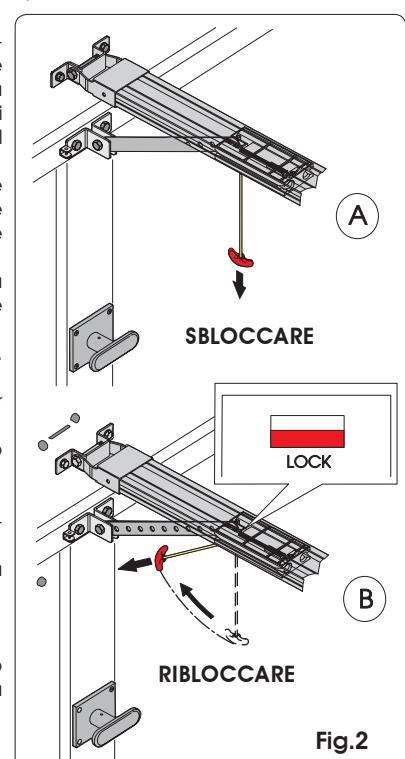

Fig.2
- Sbloccare l'operatore tirando verso il basso la maniglia di sblocco (Fig. 2 rif. A).
- Riblocchiar l'automazione tirando orizzontalmente la maniglia (Fig. 2 rif. B) ed accertarsi che, al rilascio, la finestrella "LOCK" posta sotto al carrello sia di colore rosso, a conferma del corretto riamm.